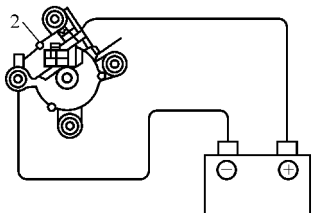

图 10-44 电动机在低速下运转
(1) 电动机在低速下运转 如图 10-44 所示, 将蓄电池正极与电动机端子 2 连接, 负极连接到电动机壳体上。检查电动机是否在低速下运转。如果运转情况不符合规定要求, 应更换电动机。